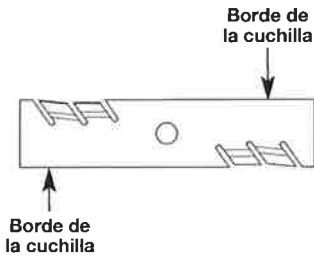

Fig. 15
- Revise el estado de la cuchilla (Fig. 15). A medida que se desgasta se pone más pequeña, por consiguiente, se reduce el rendimiento de la profundidad de corte. Reemplace la cuchilla si ya no entra en contacto con el terreno.